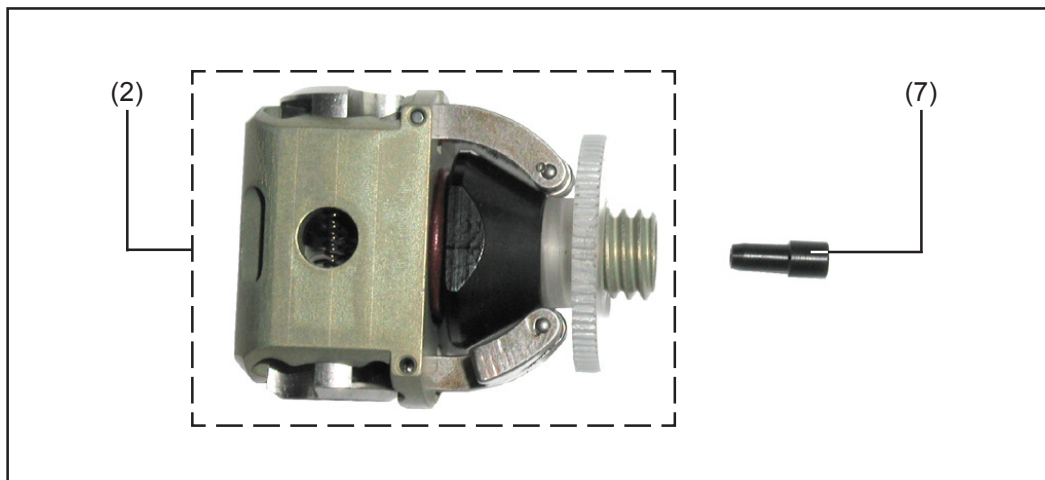

Abb.31 Draht-Einlaufdüse entnehmen
- Draht-Einlaufdüse (7) in den Antriebskopf (2) einsetzen (Abb.31)
- Antriebskopf (2) an der Antriebswelle ansetzen
- Antriebskopf (2) handfest anschrauben